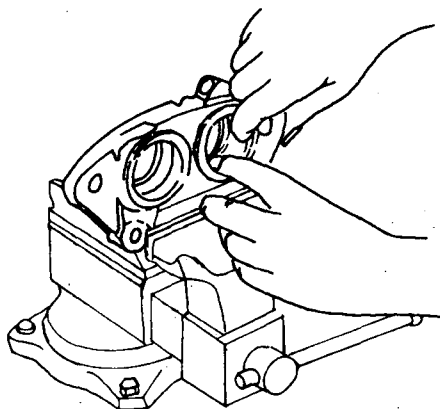

Fig. 7
- a Instale os vedadores dos êmbolos (fig. 7).